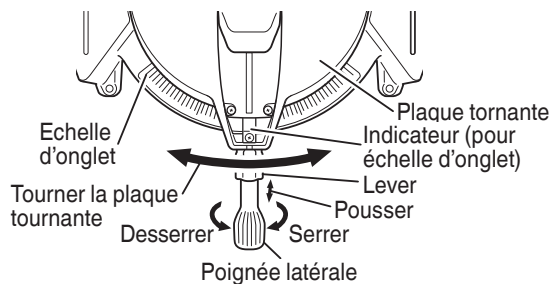

Fig. 17
- (1) Desserrer la poignée latérale et appuyer sur le levier pour les butées d'angle. Cela fait, régler la plaque tournante jusqu'à ce que l'indicateur soit aligné avec le réglage désiré sur l'échelle de coupe d'onglet (Fig. 17).
- (2) Resserrer la poignée latérale pour fixer la plaque tournante à la position voulue.